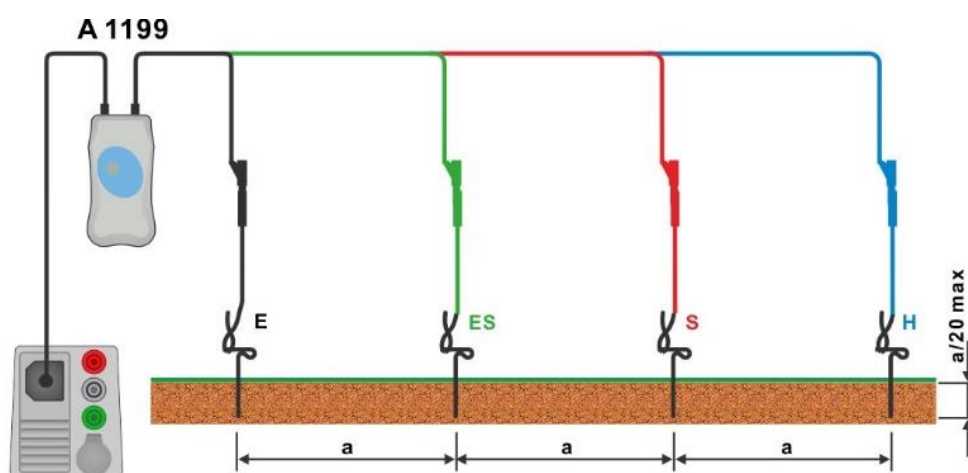

Fig. 4.78: Specifik Jordmodstand måling
- › Forbind testledningerne til Jord proberne, se **Fig. 4.78**